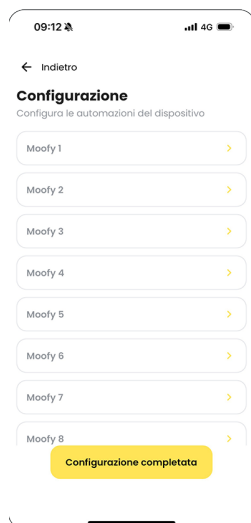

Fig. 11
- A dispositivo trovato selezionare la porta “MOOFY n. x” corrispondente al MOOFY installato. (fig. 11).
- Once the device has been found, select the port "MOOFY n. x" corresponding to the installed MOOFY (Fig. 11).
- Une fois l'appareil trouvé, sélectionner le port "MOOFY n. x" correspondant au MOOFY installé. (fig. 11).
- Wählen Sie auf dem gefundenen Gerät den Port MOOFY n.x" entsprechend dem installierten MOOFY" (Abb. 11).
- A dispositivo encontrado, seleccione el puerto "MOOFY n. x" correspondiente al MOOFY instalado. (fig. 11).